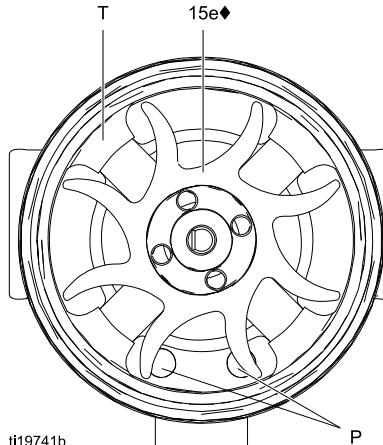
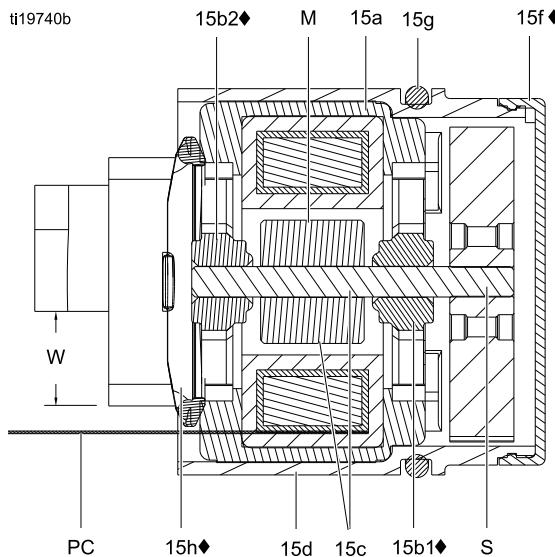

Figure 45 风扇方向
Figure 46 交流发电机横截面
- 将线圈组件 (15a) 固定在工作台上，使风扇端朝上。使用宽边螺丝刀撬开转轴 (S) 上的风扇 (15e)。
- 将新的底部轴承 (15b1♦) 安装在轴 (S) 的较长端。轴承的较平侧面必须背向磁铁 (M)。装入线圈 (15a)，使轴承叶片与线圈表面齐平。
12. 将线圈组件 (15a) 固定在工作台上，使风扇端朝上。将风扇 (15e◆) 按压在转轴 (S) 较长端上。风扇叶片必须按照说明进行定向。
13. 小心将线圈组件 (15a) 按压至外壳 (15d◆) 前部，同时将线圈的针脚与外壳槽位对齐。3 线连接器 (PC) 必须位于外壳止动舌上较宽凹槽 (W) 的下方，如图 46 所示。确保线圈对其针脚 (P) 的位置如图 45 所示。
14. 旋转风扇 (15e)，使扇叶清洁外壳背部的四个轴承止动舌 (T)。确保底部轴承 (15b1◆) 与止动舌对准。